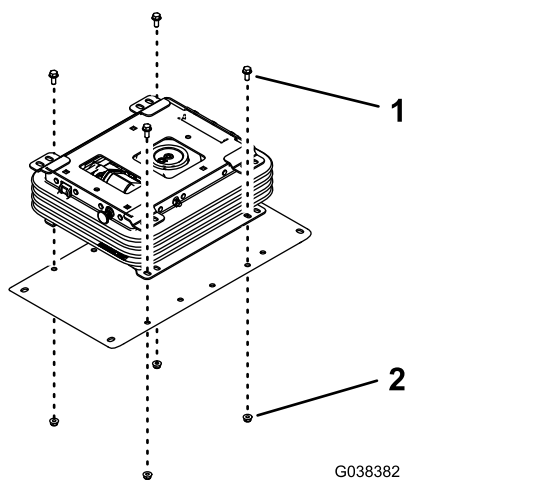

Figura 4
3. Instale provisionalmente el conjunto de la suspensión en la placa de montaje del asiento con 4 pernos (5/16" x 3/4") y 4 tuercas (5/16"), tal y como se muestra en la Figura 4.
3. Monte los soportes inferiores en la base del asiento (Figura 4).